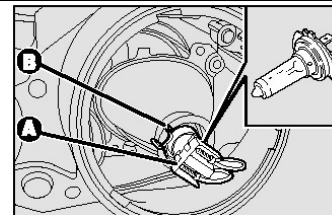

рис.29
- Разъедините центральный электрический разъем **А - рис.29**;
- Установите новую лампу и зафиксируйте ее пружиной **В - рис.29**.